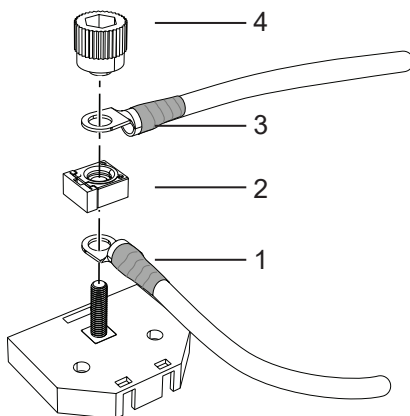
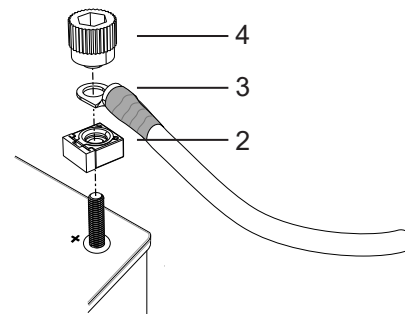

Bild 51. Inkoppling till säkringslåda
Bild 52. Inkoppling till batteriets plus-pol
2. Säkerställ att hyttströmbrytaren (CS) i förekommande fall står i läge "Av".
3. Vid användning av säkringslåda, anslut kabeln (1) till batteriets pluspol och till säkringslådan och placera där säkringen (2) ovanpå, se Bild 51.
4. Vid anslutning direkt till batteriets plus-pol, placera säkringen (2) på plus-polen, se Bild 52.
5. Anslut huvudströmkabeln (3) till säkringslådan/plus-polen, se Bild 51 - Bild 52.
6. Skruva fast kabelanslutningar och säkring med vredet (4). Kablarna monteras 90° alt. 180° ifrån varandra. Säkringen monteras i rät vinkel mot kablarna, se Bild 51 - Bild 52.